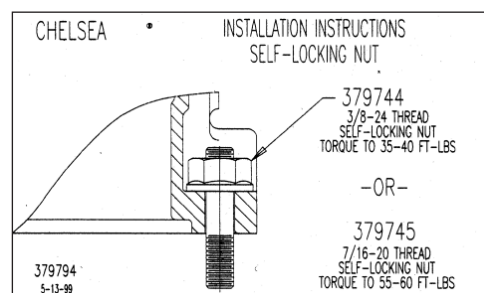

Abb. 13
15. Die im Lieferumfang des Nebenantriebs enthaltenen selbstsichernden Muttern verwenden (**Abb. 13**).